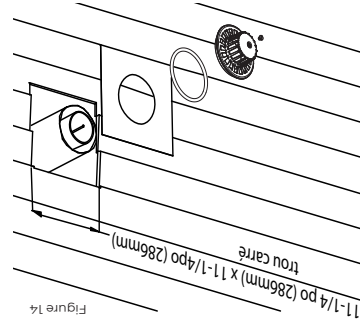

Figure 14
8. Faites glisser le capuchon de ventilation (A) en position et fixez-le à l'aide de l'écrou fourni (E). Serrez l'écrou (E) jusqu'à ce que le capuchon de ventilation (A) s'appuie contre la plaque de montage extérieure (F) (voir les figures 14 et 15).
- (B) tuyau de ventilation
- (C) tuyau d'admission d'air
- (I) isolation
- (D) tige
2. Le trou à l'extérieur du mur doit être un carré de 11-1/4" (286 mm) X 11-1/4" (286 mm) (voir figure 14).
3. De l'extérieur du mur, vissez légèrement la tige (D) sur le support situé à l'intérieur de la sortie de fumée de l'appareil.
4. Enveloppez le tuyau d'admission d'air (C) avec l'isolant fourni (I) (côté feuille vers l'extérieur) et placez la bande de ruban fournie (H) le long de la couture pour le fixer.
5. Faites glisser le tuyau de ventilation (B) et le tuyau d'admission d'air de ventilation (C) à travers le trou dans le mur et connectez-les respectivement à la